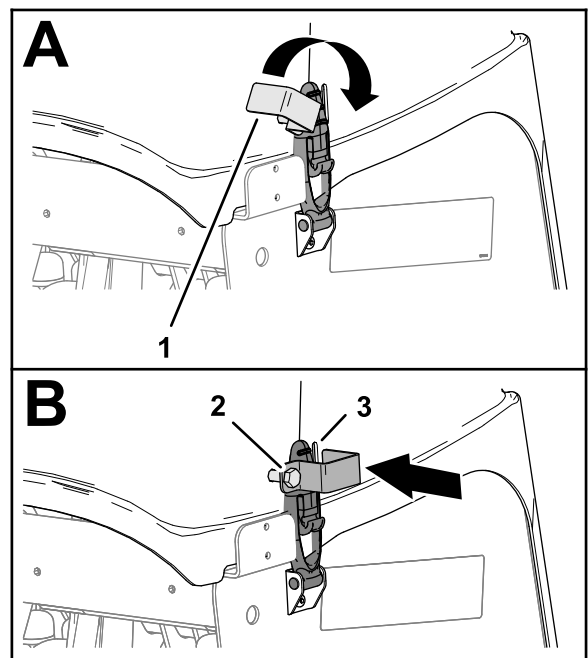

Figura 143
3. Si su máquina tiene seguros (CE) en los cierres, gire la pletina del seguro hasta que quede alineada con la ranura del lateral de la cubierta del cabezal de perforación (Figura 143).
4. Apriete el perno de la pletina del seguro (Figura 143).